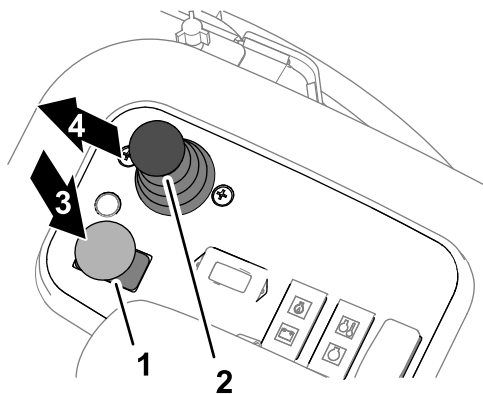

図 35
3. カッティングユニットの駆動スイッチを切位置にする **図 35**。
5. 刈り込み・移動走行切り換えスライドでカuttingユニットを降下させる図 35。